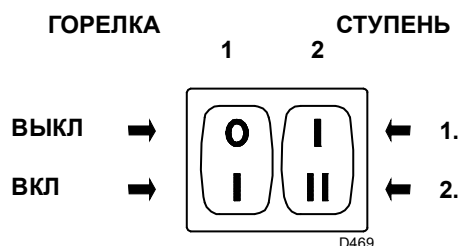
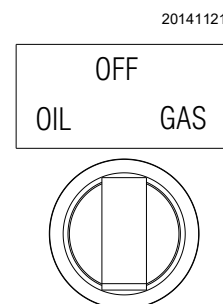

Рис. 30
Рис. 31
Удерживайте горелку в работе на 1-й ступени, повернув переключатель 2)(Рис. 30) в положение 1-й ступени.
Переключатель 2)(Рис. 30) в положение 2-й ступени.
Запустите горелку, закрыв пульта управления, при этом переключатель 1)(Рис. 30) должен находиться в положении «ВКЛ» и переключатель топлива - в положении «ДИЗЕЛЬ» (Рис. 31).
Когда дизельное топливо начнет выходить из винта 3)(Рис. 23 на стр. 23), насос включен. Остановите горелку, устанавливая переключатель 1)(Рис. 30) в положении **SPENTO** (ВЫКЛ) и затягивая винт 3).
- Переключатель 1)(Рис. 30 на стр. 29) в положение «ГОРЕЛКА ВКЛЮЧЕНА».
- Переключатель 2)(Рис. 30 на стр. 29) в положение «1 СТУПЕНЬ».
Установите переключатель 2)(Рис. 30) в положение 2-й ступени: серводвигатель откроет воздушную заслонку на значении, установленном ранее для дизельного топлива, и даст команду на открытие газового клапана VR2 2-й ступени.
Установите переключатель 2)(Рис. 30) в положение 1-й ступени: серводвигатель закроет воздушную заслонку на значении, установленном ранее для дизельного топлива, и даст команду на открытие газового клапана VR1 1-й ступени.